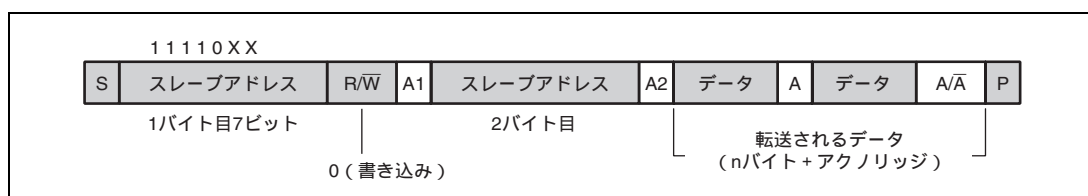

図 29.6 10 ビットアドレスデータ送信フォーマット
図 29.6 にデータ転送フォーマットを示します。マスタアドレスレジスタに設定された値は 1 回目の転送条件 (S) の後に 1 バイトで出力されます。送信データレジスタ (TXD) に設定された値は 2 番目のバイトでスレーブアドレスとして転送されます。3 バイト目とそれ以降のデータ転送は 7 ビットアドレスデータ送信と同じ方法で行われます。